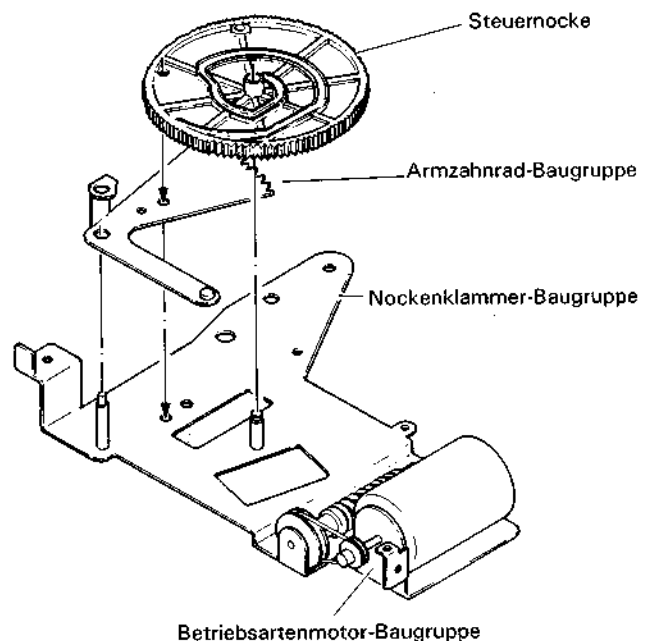

Abb. 1-3-3 Steuernocke
2. Die Steuernocke so auf der Nockenklammer-Baugruppe anbringen, daß das Loch der Steuernocke das Loch, das in Schritt 1) gezeigt ist überlappt, wie in Abb. 1-3-3 gezeigt. Nicht die Steuernocke für den nächsten Schritt aus dieser Stellung verdrehen.